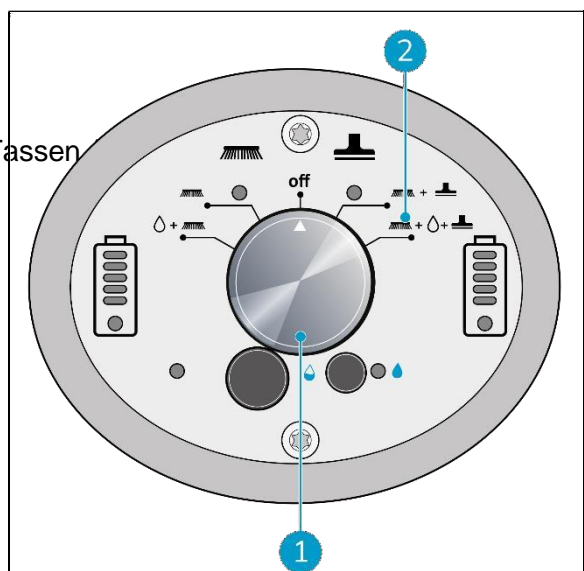

Abbildung 20
2. Benutzen Sie den i-mop® XL Basis-Hauptschalter (Abbildung 20, Pos. 1) und wählen Sie MODE 4 Bürste + Wasser/Reinigungslösung + Trockensaugen (Abbildung 20, Pos. 2).